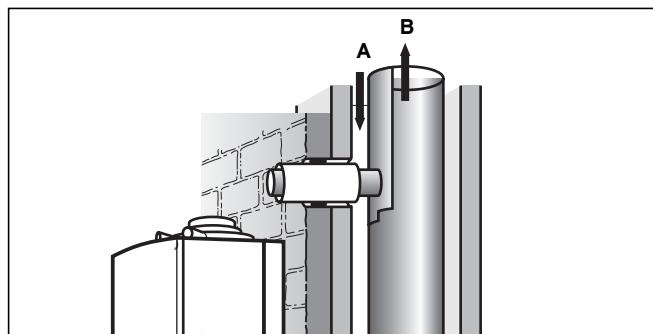

Рис. 6.12 Укорачивание длины трубы газоотвода и установка трубы воздухопровода
- Создайте на LAS подсоединение согласно рис. 6.12 и в соответствии с размерами из главы 3.